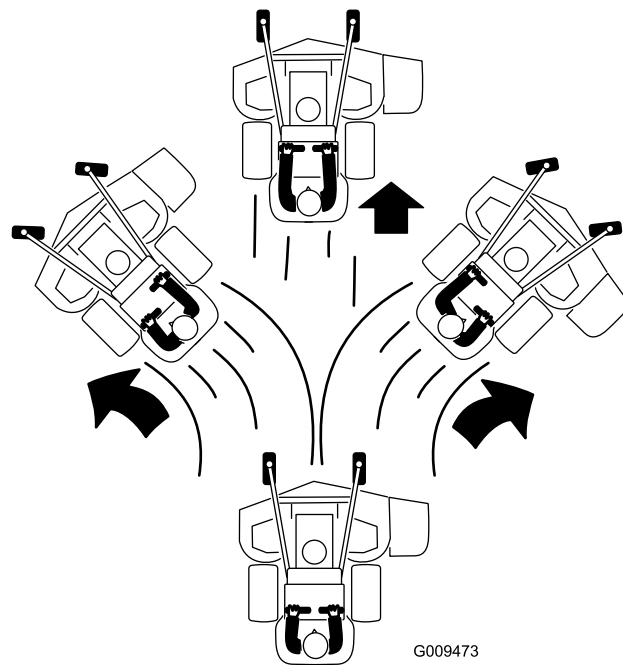

Figura 20
- Empuje lentamente las palancas de control de movimiento hacia adelante (**Figura 20**).